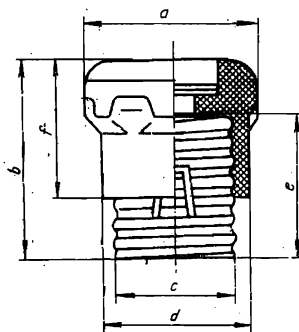

Fig. 5.23. Capace filetate pentru
*Capac filetat.* Se utilizează pentru fixarea patroanelor în soclurile siguranțelor. Capacele (fig. 5.23) de 25 și 63 A sînt prevăzute cu filet Edison, iar cele de 100 A cu filet Gaz. Pentru instalațiile supuse la vibrații, partea filetată se execută striată, în scopul împiedicării deșurubării. Caracteristicile tehnice sînt date în tabelul 5.15.